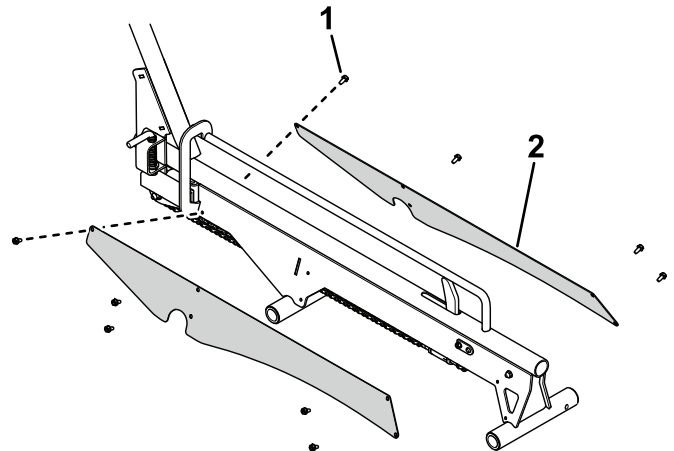

Figure 8
10. Fixez les protège-chaînes sur les rampes à l'aide de 10 vis à tête hexagonale (Figure 8).